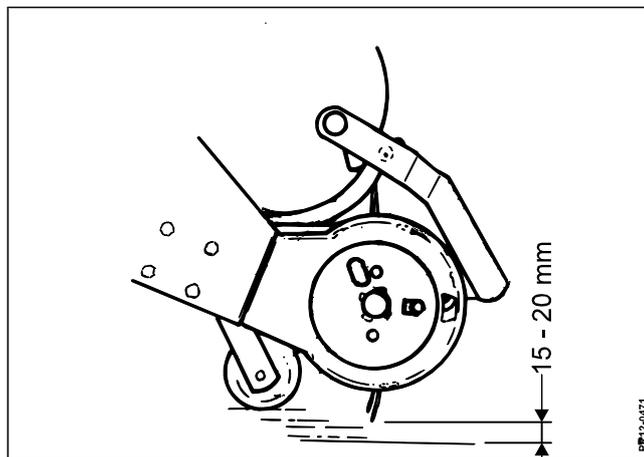

Fig. 5-4
**Fig. 5-4** El recogedor está equipado con rodillos de soporte de acero con altura ajustable. Las ruedas están ajustadas de fábrica, de forma que hay un espacio de 15-20 mm entre los dientes y una superficie firme y lisa. Compruebe con regularidad que los dientes del recogedor no bajan demasiado, de manera que puedan recoger las hileras de forma eficiente. Si los dientes chocan contra el suelo con demasiada fuerza, se desgastarán rápidamente y la transmisión del recogedor podría sobrecargarse.